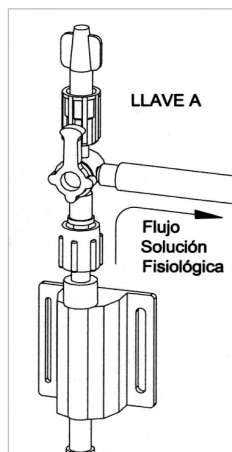

Figura 11-18 - Posición final de la Llave “A” y la tapa
- 9 Cuando el equipo muestre **OK** en el menú puesta a cero y 0 (cero) ± 1 mmHg en los valores de presión, podrá volver la llave de 3 vías (Llave “A”) a la posición en la cual el Transductor de Presión queda conectado al paciente. Para ello, una vez finalizada la puesta a cero, vuelva a colocar la tapa, gire la Llave “A” a la posición que muestra la Figura 11-18 - Posición final de la Llave “A” y la tapa y abra el Clamp para obtener un Flujo de Lavado (solución fisiológica) de entre 2 ml/h y 4 ml/h para que la solución no influya en la certeza de la medición, esto es entre 2 gotas y 4 gotas por minuto para micro-gotero ó entre 2 gotas y 4 gotas cada 3 minutos para macro-gotero.